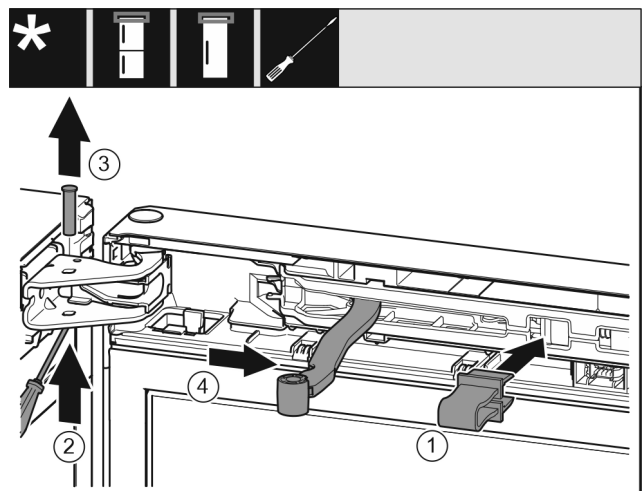

Fig. 9
- ▶ Sicherung Fig. 9 (1) in Öffnung einrasten.
- ▶ Bolzen Fig. 9 (2) herauschieben.
- ▶ Bolzen Fig. 9 (3) nach oben herausnehmen.
- ▶ Gelenk Fig. 9 (4) in Richtung Tür drehen.